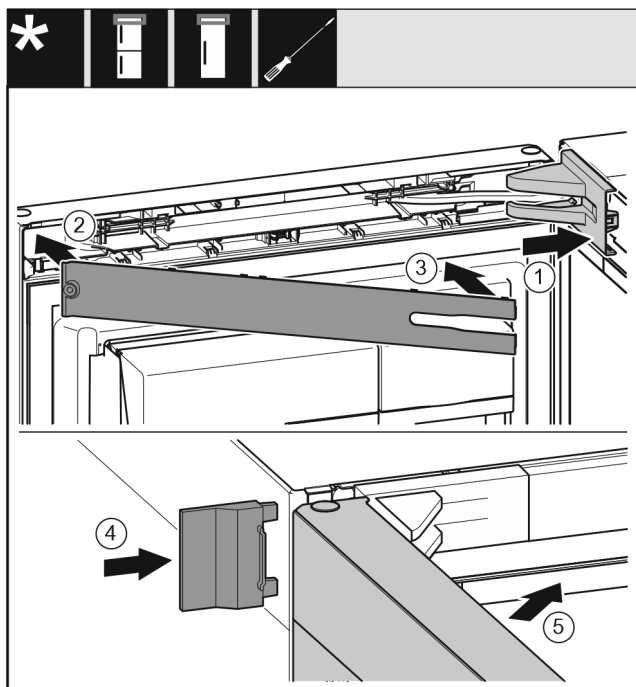

Fig. 53
- ▶ Lagerbockabdeckung Fig. 53 (1) aufsetzen und einrasten, ggf. vorsichtig auseinanderdrücken.
- ▶ Blende Fig. 53 (2) aufsetzen.
- ▶ Blende Fig. 53 (3)
- ▶ Äußere Abdeckung Fig. 53 (4) aufschieben.
- ▶ Obere Tür Fig. 53 (5) schließen.